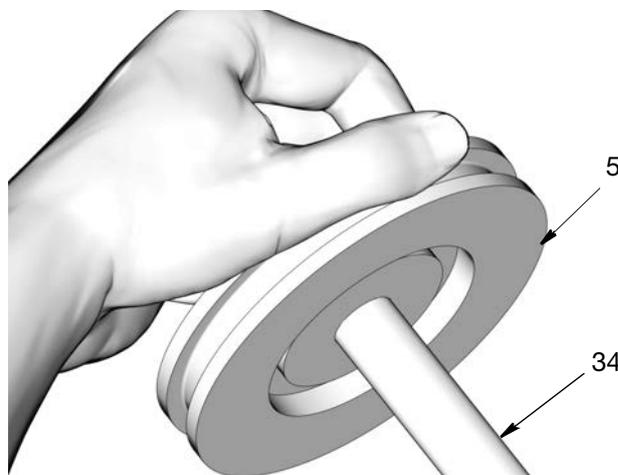

FIG. 31
6. Empuje el pistón (5) sobre el extremo del eje del pistón (34) hasta que se asiente en el eje (FIG. 31).
7. Coloque la tuerca (37) en el extremo del eje del pistón (34). Utilice dos llaves, trabajando en direcciones opuestas, para apretar la tuerca. Fije una llave de boca en la parte plana del eje del pistón y con la otra llave apriete la tuerca como se observa en FIG. 31. Apriete a un par de 17,6 - 20,3 N.m (13 - 15 lb-pie).